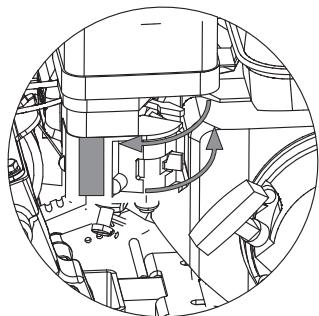

Рис. 15
- Откройте топливный кран, переведите рычаг в положение «ОТКРЫТО». Рычаг воздушной заслонки карбюратора переведите в положение «ЗАКРЫТО» (рис. 15).